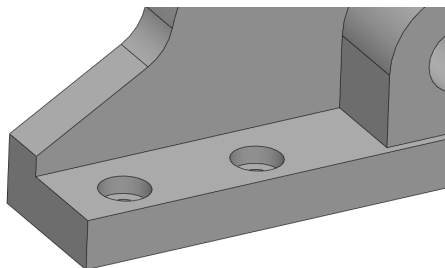

图 14-62 创建另一个异型向导孔特征
(19) 用与上同样的方法, 创建另一个异型向导孔特征, 效果如图 14-62 所示。